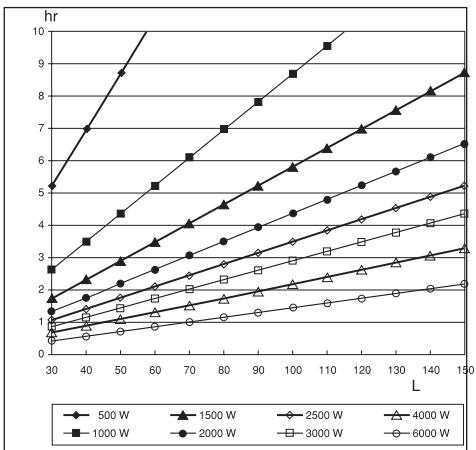

Fig. 6 Durées de chauffe
L'appareil chauffe l'eau lorsque la lampe témoin (en option) est allumée et que de l'eau d'expansion s'égoutte hors de la valve de décharge. Lors de la remise sous tension, tenez compte de la durée nécessaire au chauffage de l'eau. En fonction de la capacité et de la puissance du chauffe-eau, cette durée peut s'élever à plusieurs dizaines de minutes ou même quelques heures (fig. 6).
- graphique présentant les durées de chauffe (fig. 6, page fr-5!). La durée de chauffe (hr) est représentée sur ce graphique comme fonction du volume (L) et de la puissance (W) du chauffe-eau. La durée de chauffe constitue la durée nécessaire à chauffer la capacité totale du chauffe-eau à une température comprise entre 15 °C et 88 °C.